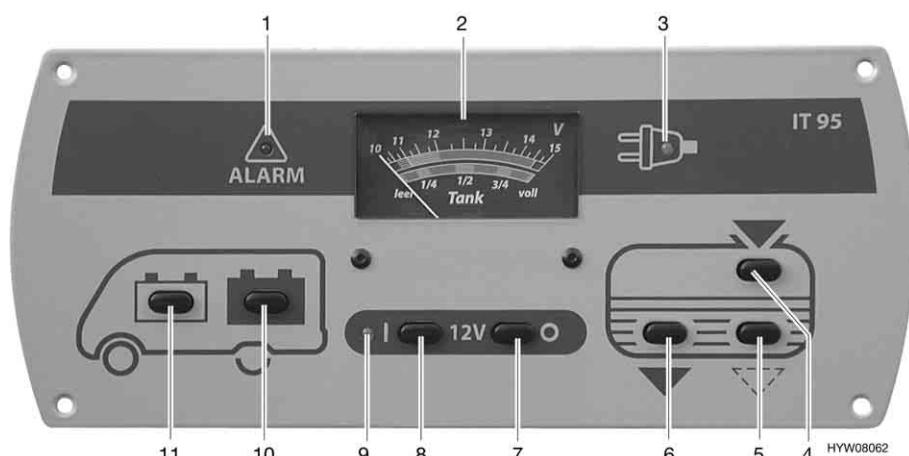

Fig. 34 Pannello di controllo (IT 95)
L'interruttore principale a 12 V (Fig. 34, 7 e 8) inserisce o disinserisce il pannello di controllo e l'alimentazione a 12 V dell'abitacolo.
Accensione: ■ Premere l'interruttore (Fig. 34,8) "I": L'alimentazione a 12 V dell'abitacolo è inserita. La spia di controllo (Fig. 34,9) diventa verde.
Spegnimento: ■ Premere l'interruttore (Fig. 34,7) "O": L'alimentazione a 12 V dell'abitacolo è disinserita. La spia di controllo (Fig. 34,9) si spegne.
Per l'indicatore volt/serbatoio (Fig. 34,2) leggere la scala superiore. L'indicatore si illumina automaticamente appena viene premuto un interruttore.
- Premere l'interruttore (Fig. 34,11) "": Viene indicata la tensione della batteria di avviamento.
- Premere l'interruttore (Fig. 34,10) "": Viene indicata la tensione della batteria dell'abitacolo.
Per l'indicatore volt/serbatoio (Fig. 34,2) leggere la scala inferiore. L'indicatore si illumina automaticamente appena viene premuto un interruttore.
- Premere l'interruttore (Fig. 34,4) "": Viene indicato il livello del serbatoio dell'acqua.
- Premere l'interruttore (Fig. 34,6) "": Viene indicato il livello del serbatoio delle acque grigie.
La spia luminosa rossa "ALARM" (Fig. 34,1) inizia a lampeggiare non appena la tensione della batteria dell'abitacolo scende al di sotto di 11 V (misurazione durante il normale esercizio) con conseguente rischio che la batteria si scarichi troppo.
La spia di controllo a 12 V (Fig. 34,9) si accende non appena l'interruttore principale a 12 V (Fig. 34,8) viene inserito.
La spia gialla di controllo a 230 V (Fig. 34,3) si accende quando all'ingresso della centralina elettrica è presente una tensione di rete.